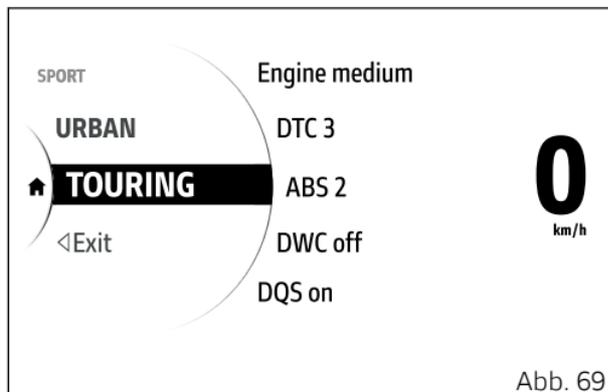

Abb. 69
- Die Taste **MODE/ENTER** (3) lange gedrückt halten.
- Die entsprechende Anzeigeseite (Abb. 69) wird eingeblendet, auf der durch Betätigen der Tasten (1) und (2) die verfügbaren Riding Modes durchgescrollt und deren Parameter mit den entsprechenden, eingegebenen Werten angezeigt werden können.
- Zum Bestätigen auf die Taste **MODE/ENTER** (3) drücken.